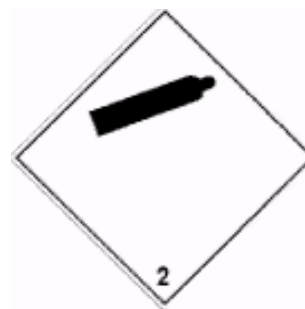

Fig. 5
- Bij het transport over openbare wegen gelden voor ademluchtcilinders met meer dan 2 bar druk de transportvoorschriften voor gevaarlijke stoffen van de GGVSE en ADR. De ademluchtcilinders of het transportpakket moeten worden gelabeld met het gevarenlabel nr. 2.2 volgens paragraaf 5.2.2.2 ADR (zie fig. 5).